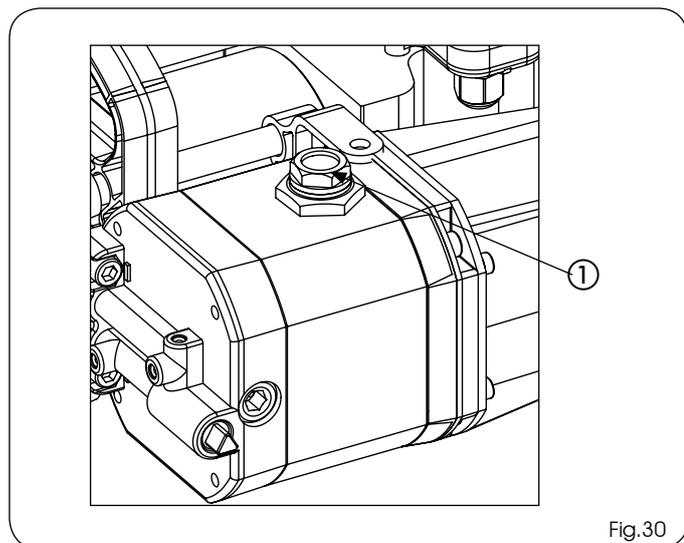

Fig.30
- 10) Faire l'appoint en huile de manière à ce que le niveau se trouve immédiatement sous le bouchon (Fig.30 réf. ①)